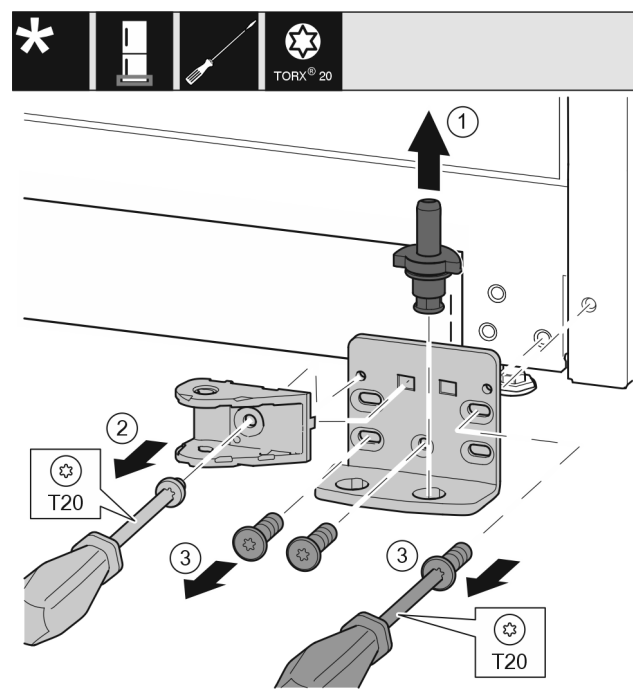

Fig. 32
- ▶ Опорный палец полностью извлеките движением вверх. Fig. 32 (1)
- ▶ Открутите винт отверткой T20 и снимите соединительный элемент амортизатора. Fig. 32 (2)
- ▶ Открутите винты отверткой T20 и снимите опорный кронштейн. *Fig. 32 (3)*